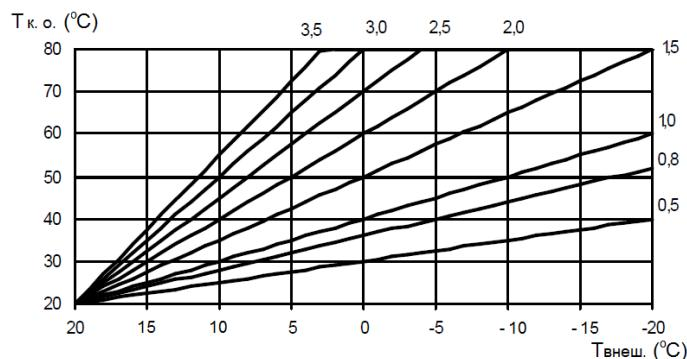

Рис. 3 График зависимости температуры в контуре отопления от внешней температуры при комнатной температуре 20 °C
- с помощью изменения значений коэффициента рассеивания (параметр Р14) подобрать наиболее оптимальную температуру теплоносителя в контуре отопления (см. рис. 3)